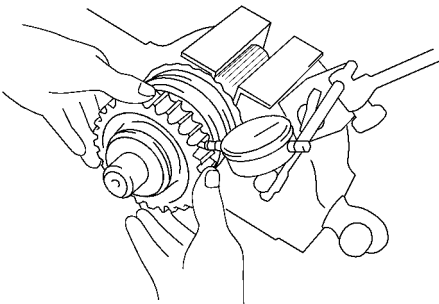

图 12-20 用百分表测量从动链轮的游隙
(2) 检查从动链轮的游隙。使用百分表测量链轮和装有滚针轴承的轴之间的游隙，如图 12-20 所示。